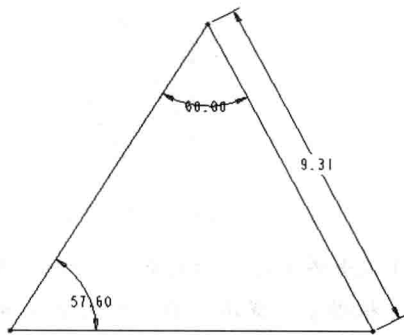

图 1-10 尺寸驱动 1
(2) 鼠标双击角度尺寸 77.80° , 将其修改为 60.00° , 然后按 **Enter** 键。图形将依据新的尺寸自动改变图线的长度并调整图形的形状, 如图 1-10 所示。